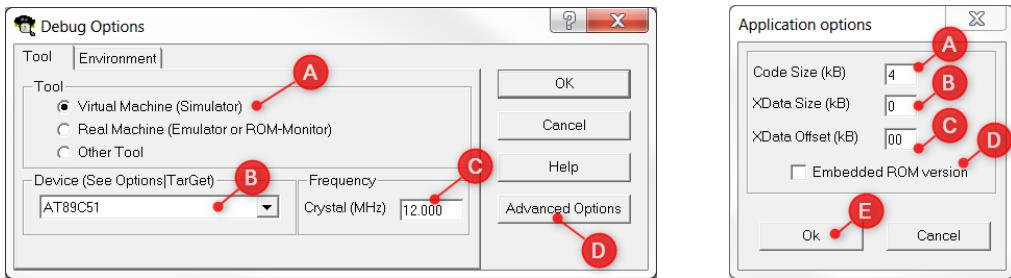

FIGURE 4 – Fenêtres de configuration du débogueur de Ride
2. Dans la fenêtre *Debug Options* (voir figure 4) :
3. Dans la fenêtre *Application options* (voir figure 4) :